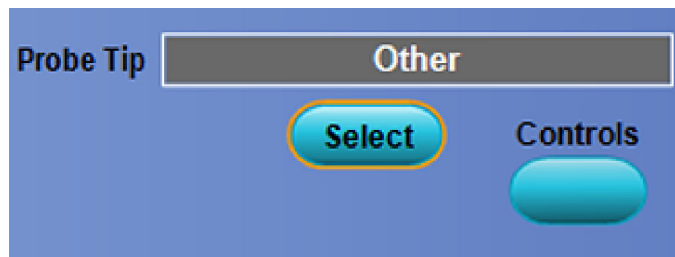

図 5: Probe Controls 画面
**コントロール:** このボタンをクリックすると、Probe Controls 画面が表示されます(図 5 参照)。この画面には、Probe Setup 画面で使用できる選択項目の一部が表示されます。画面の縦のサイズが小さいため、波形表示エリアを広く確保できます。